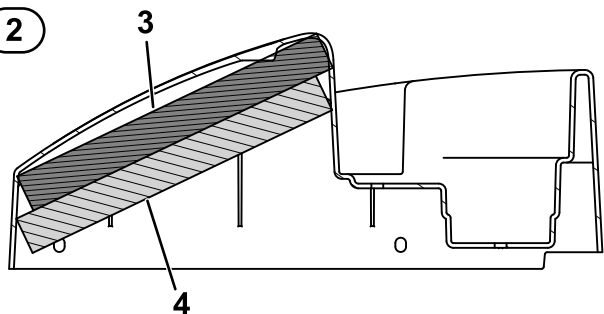

Figura 16
La **Figura 16** riproduce la vista dall'alto e lo spaccato della schiuma montata nella protezione.
7. Montate la schiuma inferiore del coprifreno sulla schiuma superiore del coprifreno (Figura 15 e Figura 16).